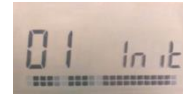

Abb. 2
- Die LED der aktivierten Zone/n sollte/n erlöschen. Die LED der nächsten, nicht aktivierten Zone darf dabei trotzdem blinken. Im unteren Teil des Displays sollte eine Grafik mit doppelzeiligen Balken durchlaufen (= ein Funk-Raumthermostat hat ein Funkinitialisierungssignal gesendet, siehe Abb. 2).